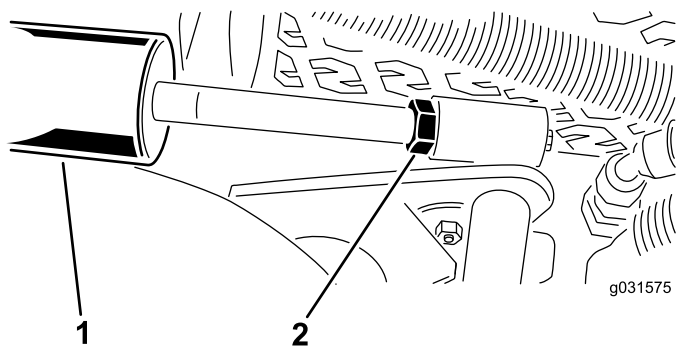

図 16
- A. カッティングユニットを降下させ、シリンダについているジャムナットを戻す 図 16。